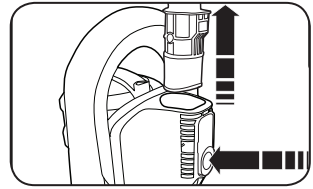

Fig. 1
1. Retire el mango presionando el botón de liberación del tubo y tirando del mango hacia arriba (Fig. 1).